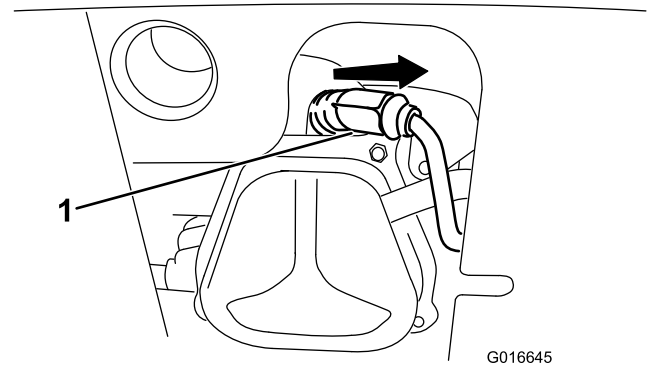

Figura 35
1. Scoateți carcasa (Figura 35).